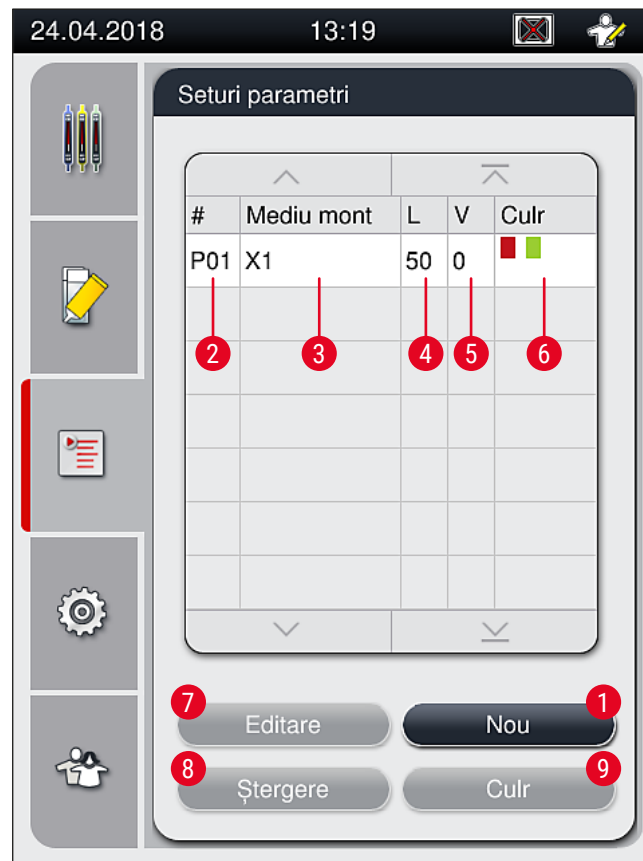

Fig. 42
- Meniul seturi de parametri (→ Fig. 42) îi permite utilizatorului să creeze noi seturi de parametri, să modifice seturile existente sau să atribuie o culoare de cadru stativ pentru un set de parametri. Crearea sau modificarea unui set de parametri presupune un status de utilizator **Supervizor** și este posibilă exclusiv dacă nu există stativ în instrument, iar instrumentul este în repaus.
- ✓ Setul de parametri nou creat este salvat acum și poate fi selectat din meniul setului de parametri (→ Fig. 42).